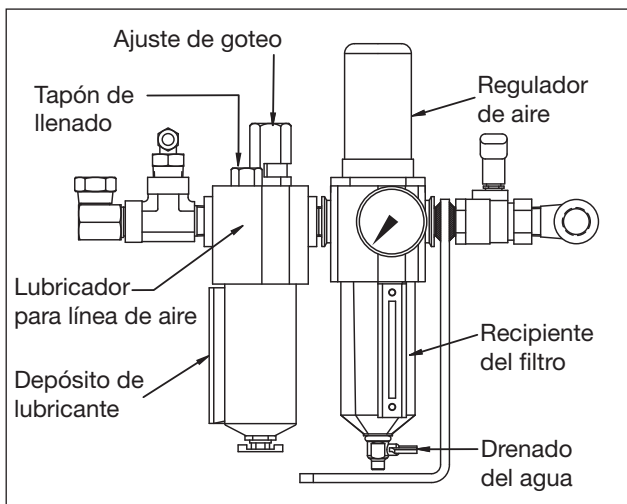

Figura 7, Filtro/regulador y lubricador para línea de aire
6.3 Filtro/regulador para línea de aire (véase la Figura 7)
6.4 Lubricador para línea de aire (véase la figura 7)